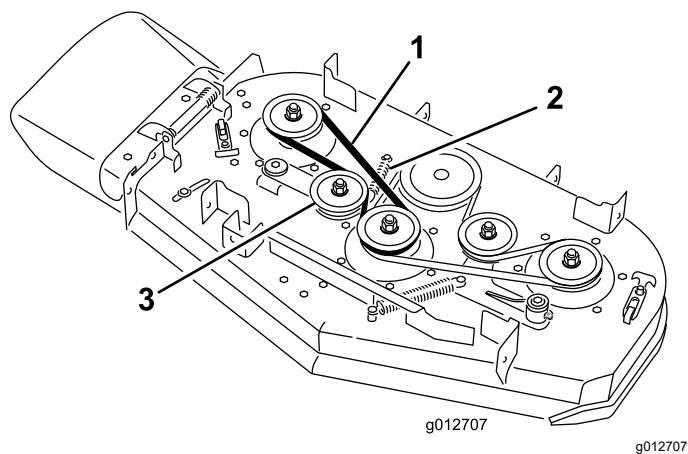

Figura 64
5. Togliete la cinghia del piatto di taglio di destra (Figura 64).
7. Montate la cinghia del tosaerba rimossa in precedenza o una nuova cinghia attorno alle pulegge del piatto di taglio e alla puleggia tendicinghia di destra (Figura 64).